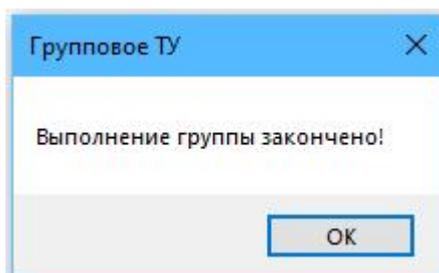

Рисунок 132 – Уведомление о выполнении группы
- после окончания выполнения команды появится окно «Групповое ТУ» (рисунок 132) с уведомлением об окончании выполнения группы.